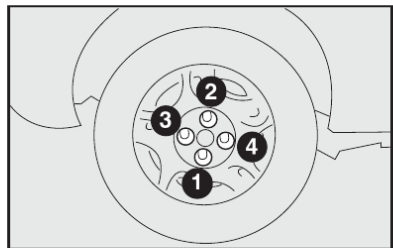

fig. 9
12) apertar bem os parafusos, passando alternadamente de um parafuso ao outro diagonalmente oposto, de acordo com a ordem ilustrada na fig. 9.